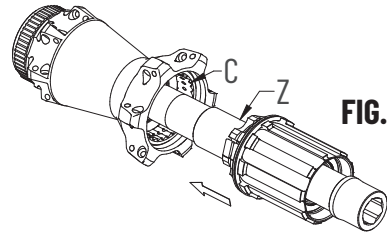

FIG. 5
- Sostituire i cuscinetti (S) del corpo mozzo.
- Reingrassare con un grasso a bassa densità la cremagliera (C).
- Sfilare dal perno il corpo ruota libera con il relativo distanziale (Z) e procedere alla pulizia dei cricchetti. **Attenzione: i cuscinetti del corpo ruota libera NON sono sostituibili.**
- Terminata la manutenzione, infilate il corpo ruota libera con il relativo distanziale (Z) nel perno.
- Inserite il perno nel corpo del mozzo facendo molta attenzione al corretto posizionamento dei cricchetti (Fig. 5).